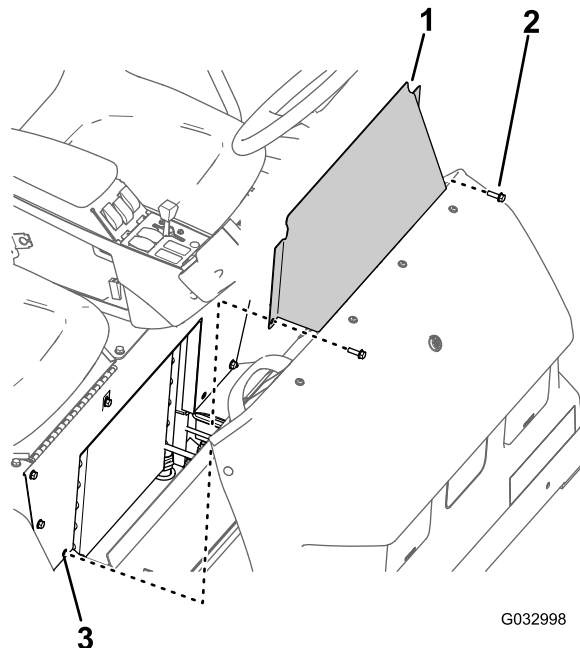

Figure 66
- Retirez les 2 boulons à embase qui fixent le panneau d'accès à la base du siège (Figure 66).
- Déposez le panneau d'accès à la base du siège de la machine (Figure 66).
- Alignez les trous du panneau d'accès et les trous dans la base du siège (Figure 66).
- Fixez le panneau d'accès à la base du siège au moyen des 2 boulons à embase (Figure 66) retirés à l'opération 1 de la section Dépose du panneau d'accès à la base du siège \(page 56\).